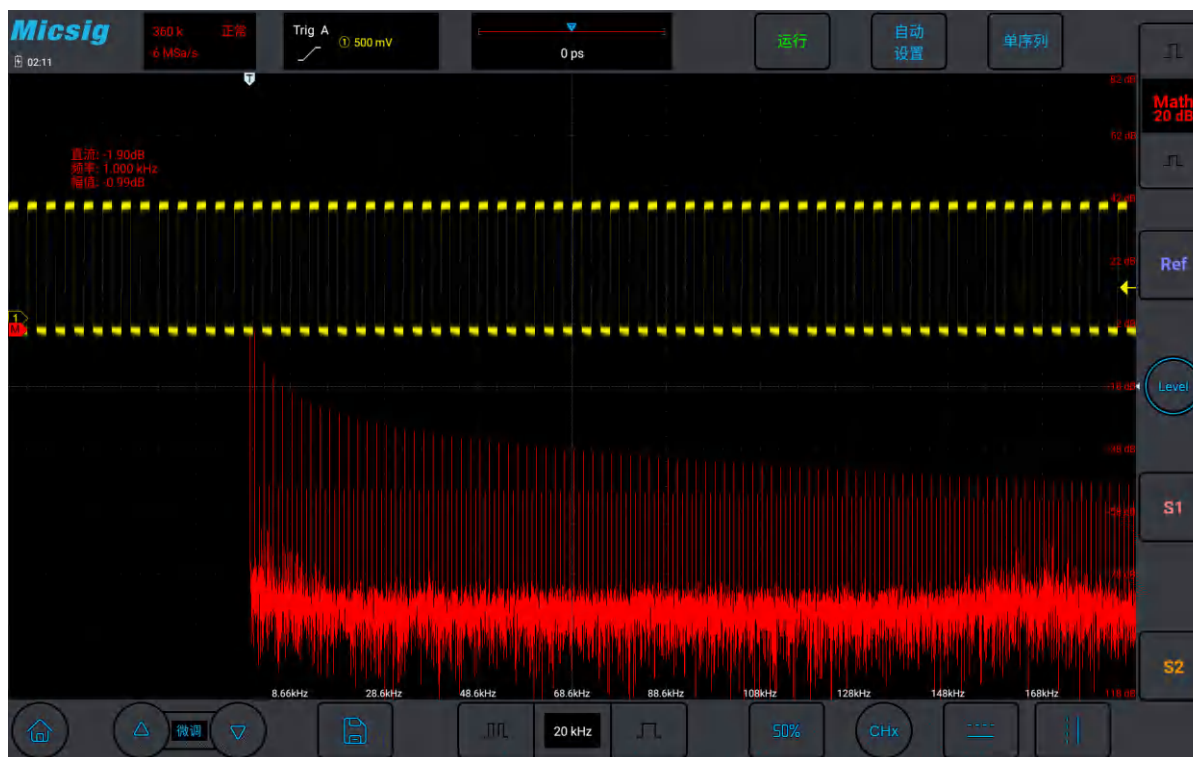

图8-3 FFT 窗口
- 2) 轻点  频谱类型“线/分贝”，打开 FFT 窗口（见图 8-3 FFT 窗口）。